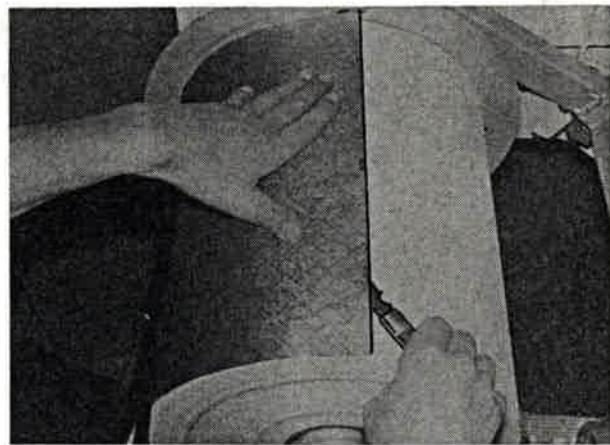

Bild 153
3. Einwickler auf Tastmarke rechtswinklig abschneiden (Bild 153).